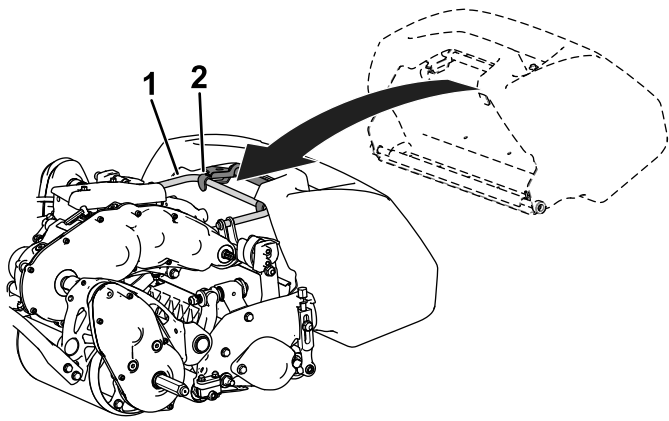

Bild 4
2. Schieben Sie die Fangkorblippe zwischen den Seitenplatten der Schneideinheit und über die Frontrolle ein (Bild 4).
3. Befestigen Sie die Fangkorbhaken über der Rahmenschleife (Bild 4).